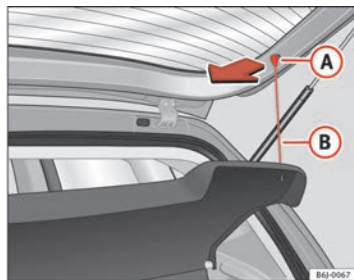

Abb. 85 Hutablage
- Die Streben ⇒ Abb. 85 **B** aus den Aufnahmen **A** aushängen.